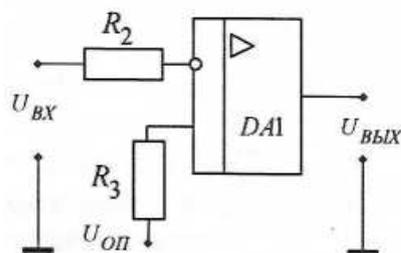

Рис. 6
3.4.1. Собрать схему двухвходового компаратора согласно рис. 6. В качестве опорного напряжения  $U_{оп}$  использовать регулируемое напряжение, снимаемое с гнезда ХЗ. К инвертирующему входу подключить функциональный генератор, используя у него выход «~». Установить заданную частоту переменного напряжения и заданное значение опорного напряжения.